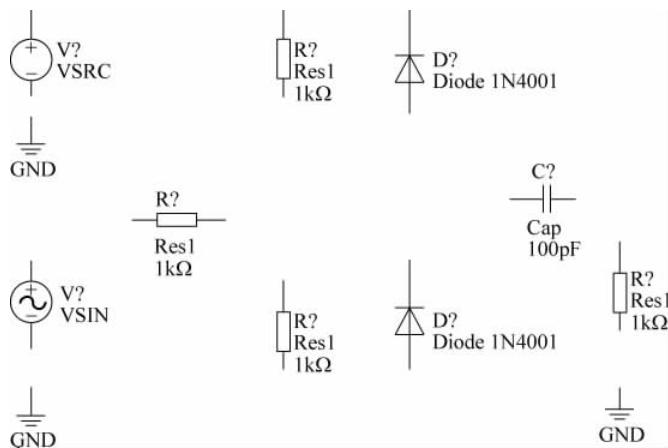

图 3-23 放置元器件和信号源
- (1) 从 Miscellaneous Devices. IntLib 库中分别找到名字为 Res1 的电阻元件、名字为 Cap 的电容元件、名字为 1N4001 的二极管（必须选择 Model Type 为 Simulation 的元件），并将这些元器件按照如图 3-23 所示的位置进行放置。
- (2) 从 Simulation Sources. IntLib 库中找到名字为 VSRC 和 VSIN 的元件，并按照如图 3-23 所示的位置进行放置。
(3) 单击 AD 主界面下工具栏内的 按钮, 将 GND 按照如图 3-23 所示的位置进行放置。